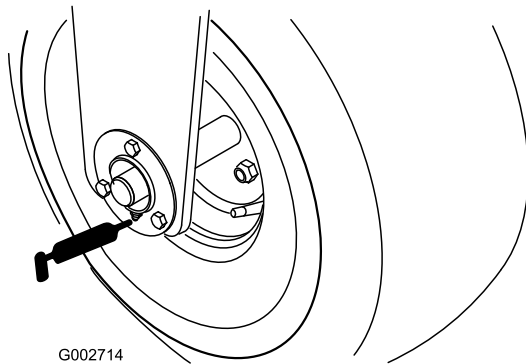

Figura 19
- 1 rulment roată față (Figura 19).